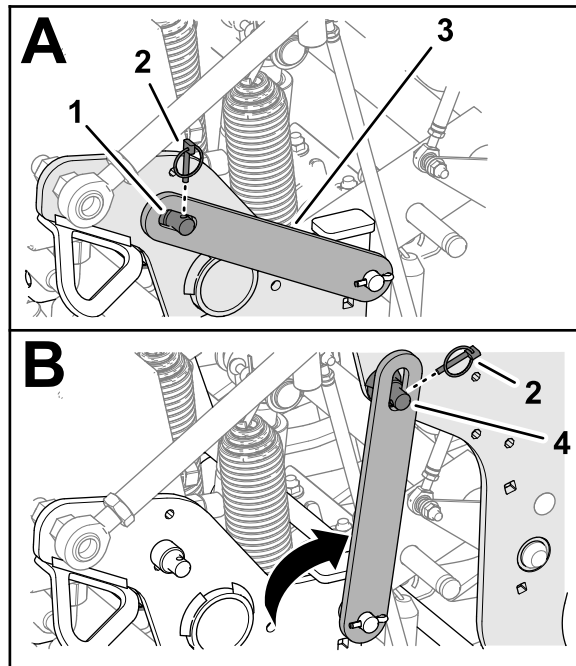

Figura 102
4. Îndepărtați tiftul de prindere care fixează elementul de blocare de service la placa laterală (Figura 102).